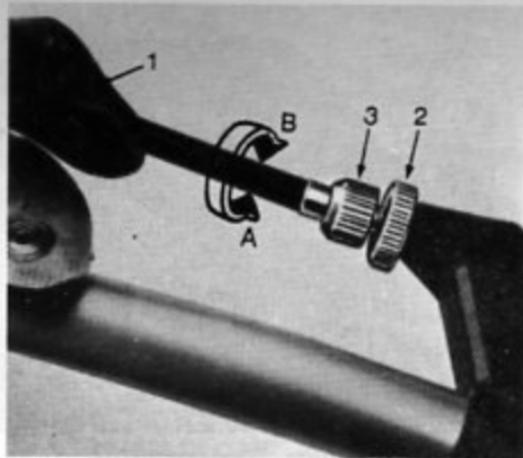

Fig. 21 - Registro leva freno ant.
- Togliere la copertina di protezione 1 (Fig. 21).
- Girando il regolafilo nel senso A indicato in Fig. 21, si aumenterà il gioco della leva.
- Al contrario, nel senso B indicato in Fig. 21, si diminuirà il gioco della leva.